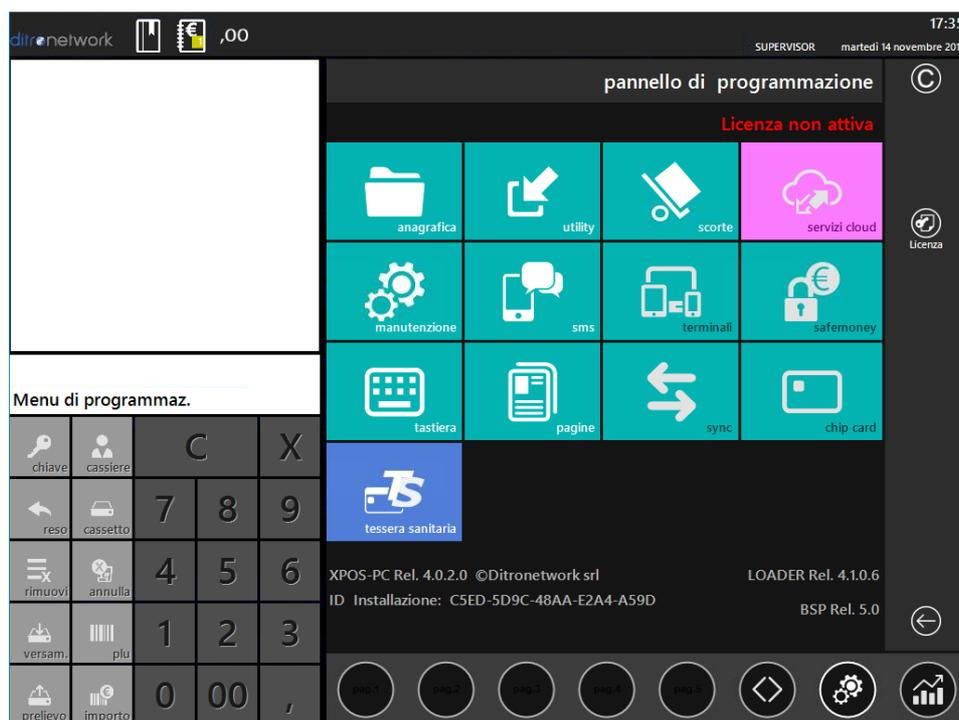

Figura 4: Pannello di programmazione
2. accedere al *Pannello di Programmazione* (Figura 4) premendo il tasto Programmazione o la sequenza di tasti **4** + tasto **Chiave**
1. Entrare nel *Pannello di Programmazione* (Figura 4)